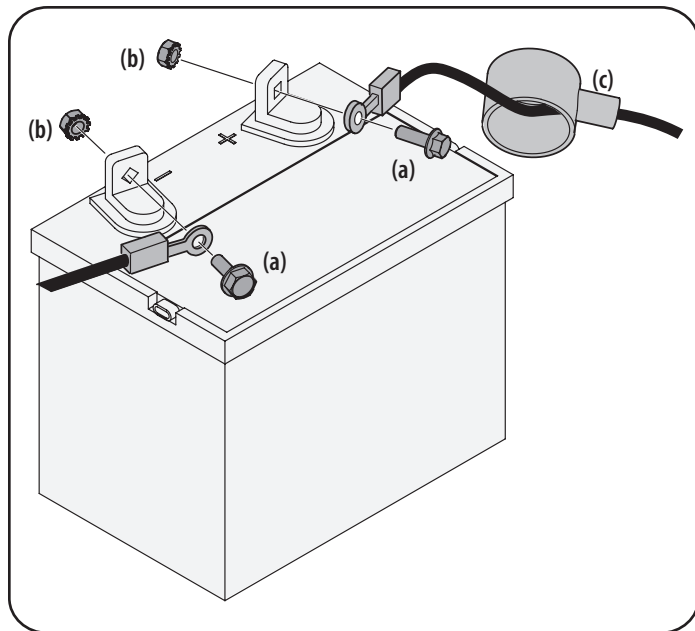

Figura 2
1. Retire la cubierta plástica, si está presente, del borne positivo de la batería y una el cable rojo al borne positivo de la batería (+) utilizando el perno (a) y la tuerca hexagonal (b). Consulte la Figura 2.
2. Retire la cubierta plástica, si está presente, del borne negativo de la batería y una el cable negro al borne negativo de la batería (-) utilizando el perno (a) y la tuerca hexagonal (b). Consulte la Figura 2.